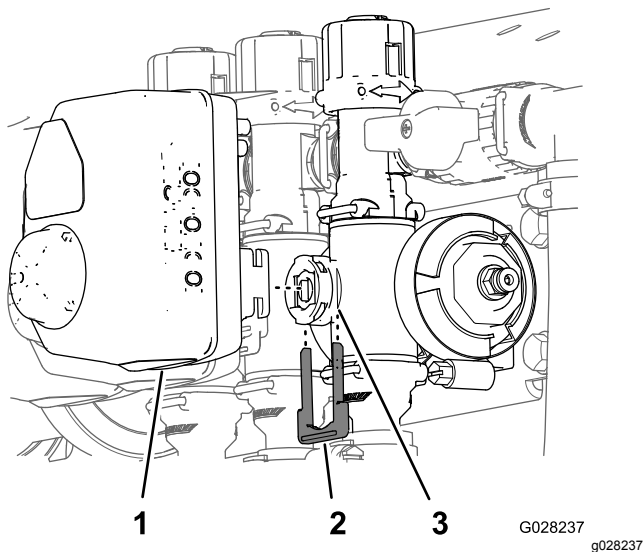

Figura 66
3. Rimuovete il fermo che fissa l'attuatore alla valvola del collettore per la valvola di controllo del volume, dell'agitatore, della sezione principale o della sezione (**Figura 66**).